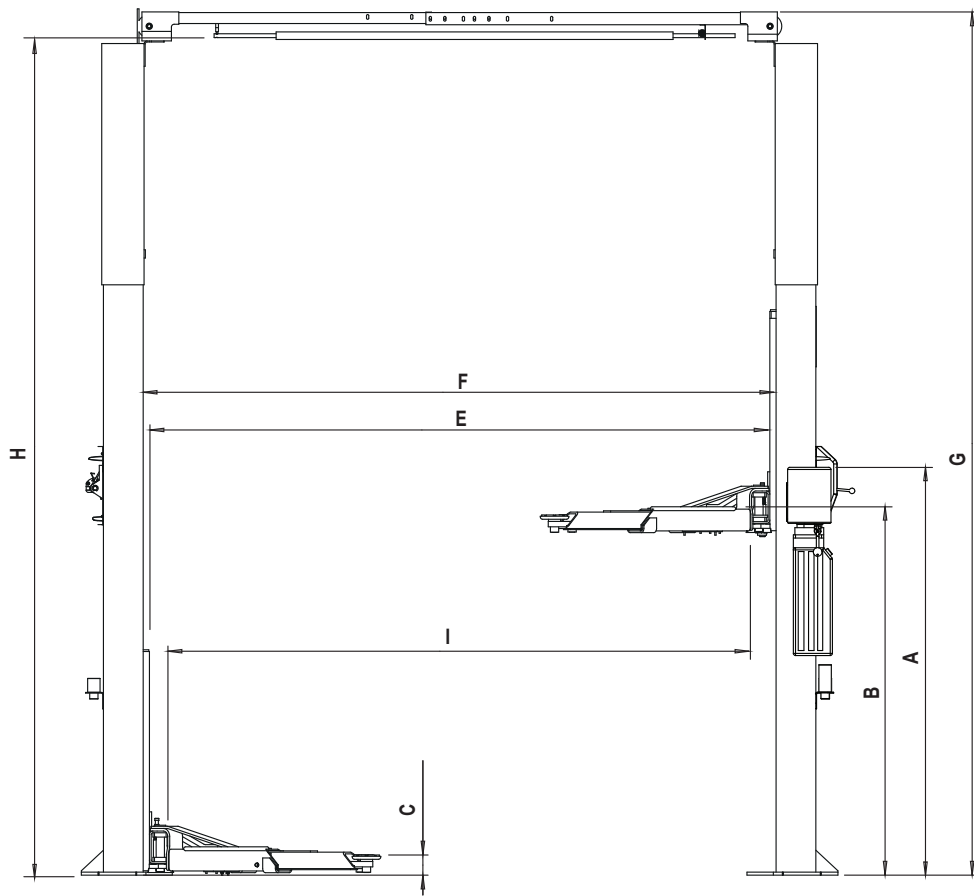
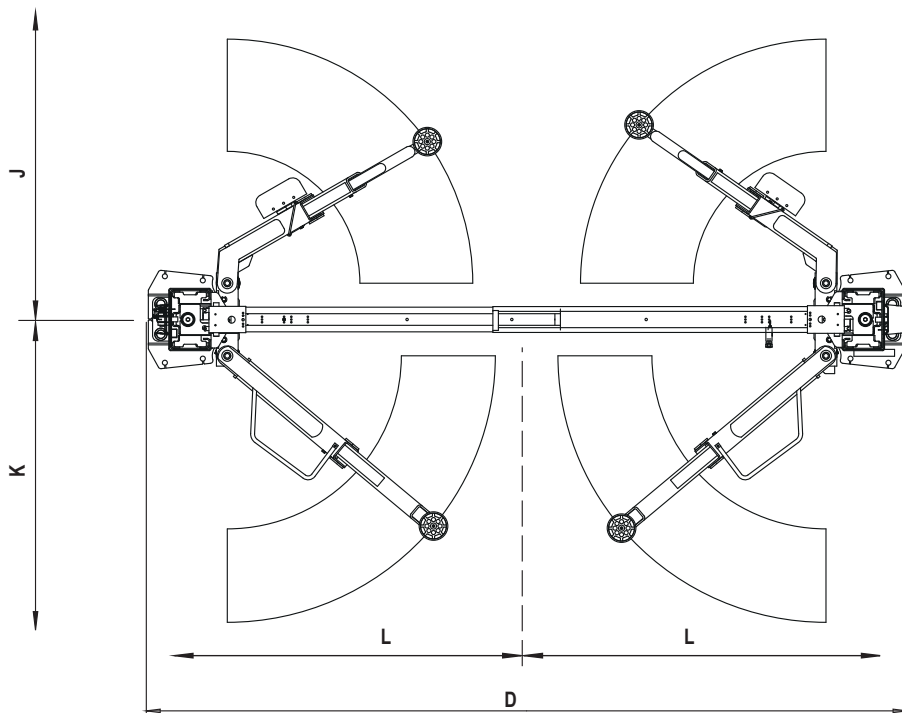

Fig. 2a
Fig. 2b
1. **Emplacement de l'élévateur :** Utiliser les schémas des architectes lorsqu'ils sont disponibles pour placer l'élévateur. Les Fig. 2a & Fig. 2b indiquent les dimensions du plan général d'une zone de réception typique.